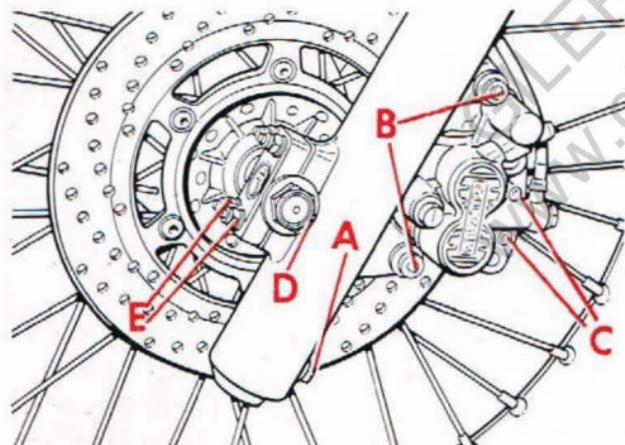

Fig. 28
- svitare le due viti (B - Fig. 28) che fissano la pinza freno alla forcella, e sfilare i due spinotti (C); le pastiglie cadranno dal basso;
- allentare il dado del perno ruota (D - Fig. 28);